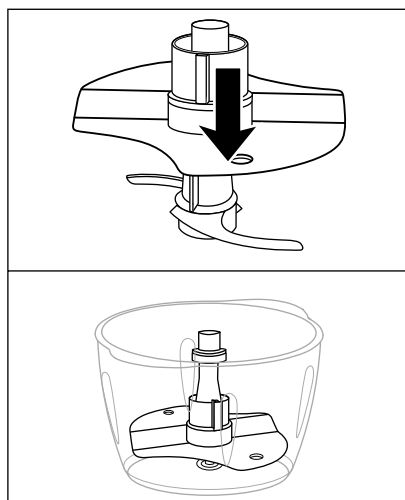

Fig. 1
- per montare 200–400 ml di panna, inserire il disco emulgatore **12** sul portalama **7** in modo che il disco emulgatore **12** poggi e si inserisca su entrambe le parti della lama **8** (fig. 1):